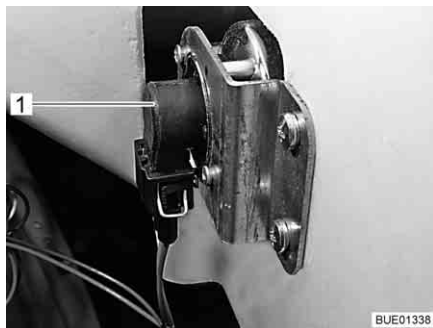

Fig. 266 Intermitente
- Meter la mano detrás del portalámparas (Fig. 266,1).